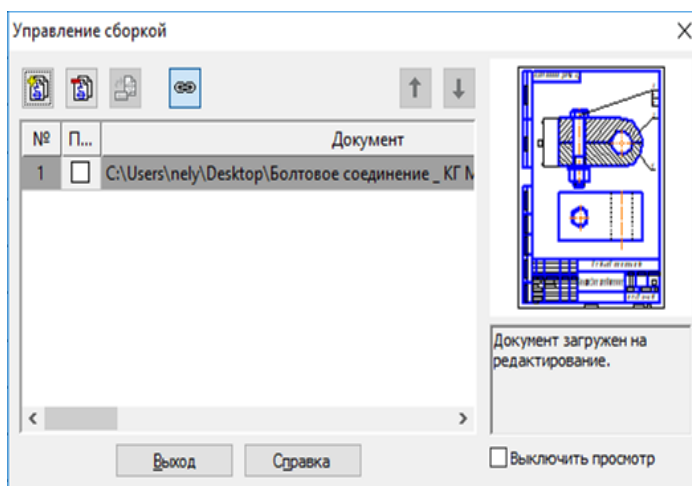

Рисунок 8.
19. Подключение сборочного чертежа. Нажмите кнопку  - **Управление сборкой** на инструментальной панели **Спецификация**. В окне управление сборкой нажмите кнопку  - **Подключить документ** (рисунок 8). В диалоге открытия файлов укажите файл сборочного чертежа и нажмите кнопку - **Открыть**. Подключенный документ отобразится в списке окна **Управление сборкой**. Нажмите кнопку - **Выход**.